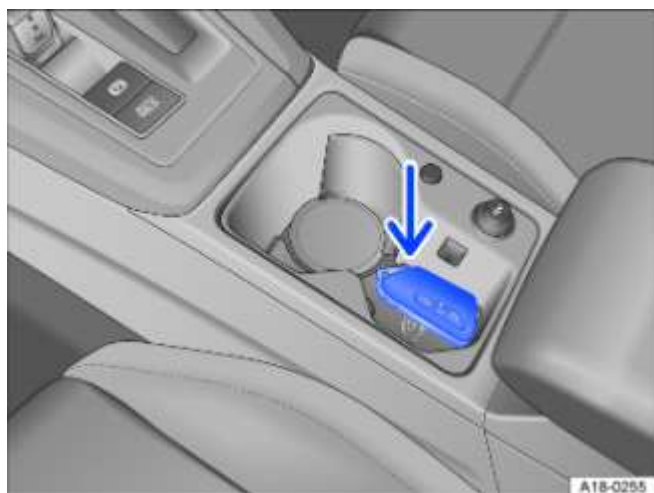

Fig. 102 Dans la console centrale : fonction de démarrage de secours
- Posez la clé du véhicule dans le porte-boissons arrière de l'accoudoir central et appuyez sur le bouton de démarrage ➔ *Fig. 102*.